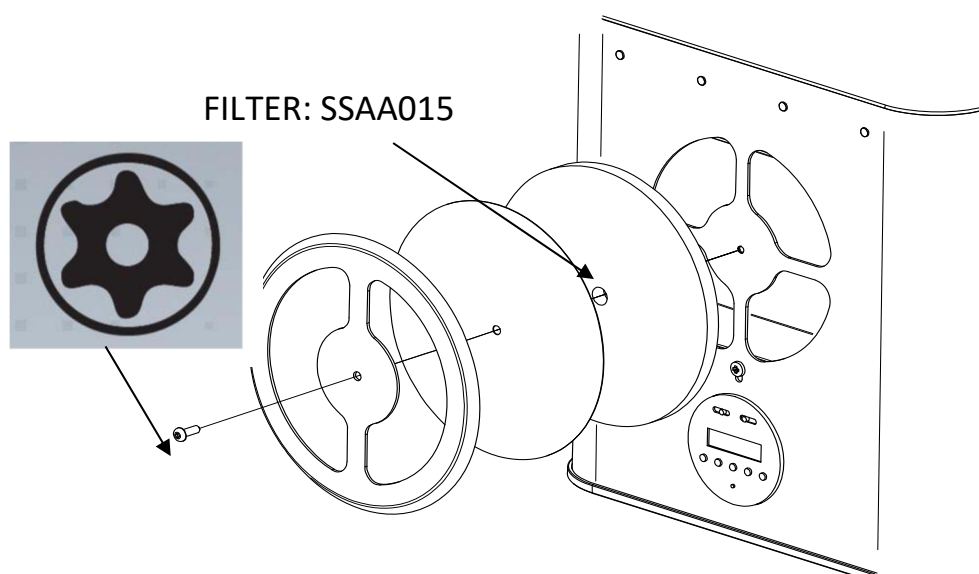

Abb.7
2. Den vorderen Teil des Lufteinlasses, in dem sich der Filter befindet, entfernen. (Abb.7)
4. Den vorderen Teil des Lufteinlasses in der in Abb.7 gezeigten Reihenfolge wieder einsetzen.